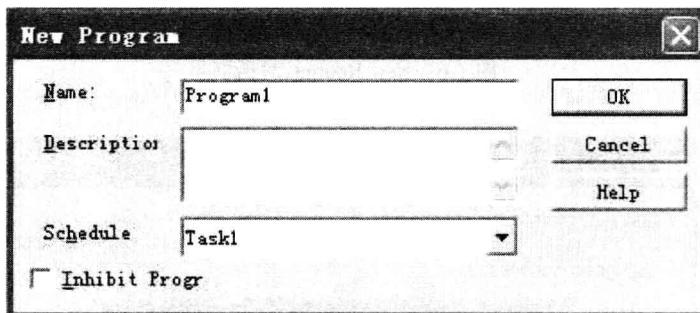

图 1-5 New Program 对话框
- 1) 在 Controller Organizer 中, 用鼠标右键点击 Task1 图标, 并在弹出的选项框中选择 New Program, 将出现 New Program 对话框, 如图 1-5 所示。